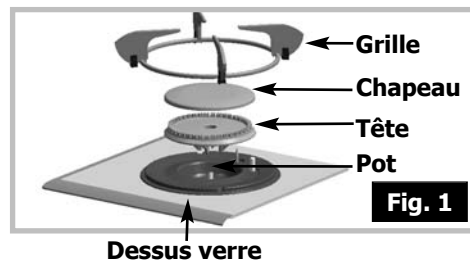

Fig. 1
① **ADAPTEZ LE RACCORDEMENT** de la table au nouveau réglage gaz. Reportez-vous au paragraphe «**Raccordement gaz**».
② **CHANGEZ LES INJECTEURS** en procédant comme suit :
- Dévissez à l'aide de la clé fournie les injecteurs situés dans le fond de chaque pot et ôtez-les (**fig 1**).